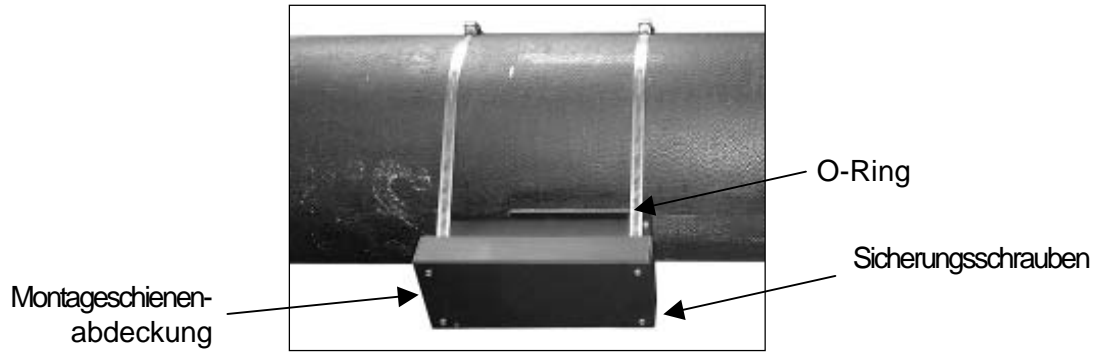

Abbildung 5
- Die O-Ringdichtung über die Kanten des Transducers schieben, bis sie auf dem Rohr aufsitzt (Abbildung 5).